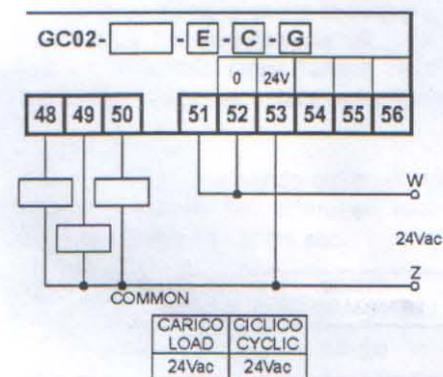

Fig.3
**-Pin 51:** il collegamento di questo morsetto cambia a seconda del modello (vedere fig. 3 ÷10).